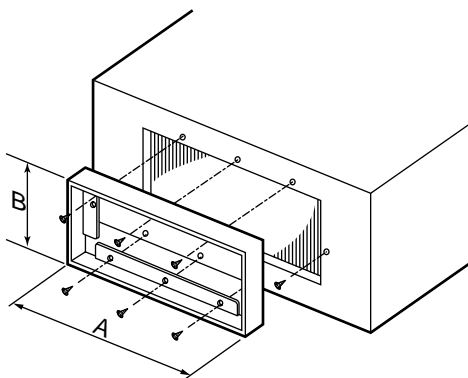

Figura 1
- ① Usando 6 viti, montare la flangia sulla porta di approvvigionamento d'aria dell'unità interna. (Figura 1)
- ② Impostare il condotto quadrato a seconda della dimensione interna della flangia.  $A \times B$ .